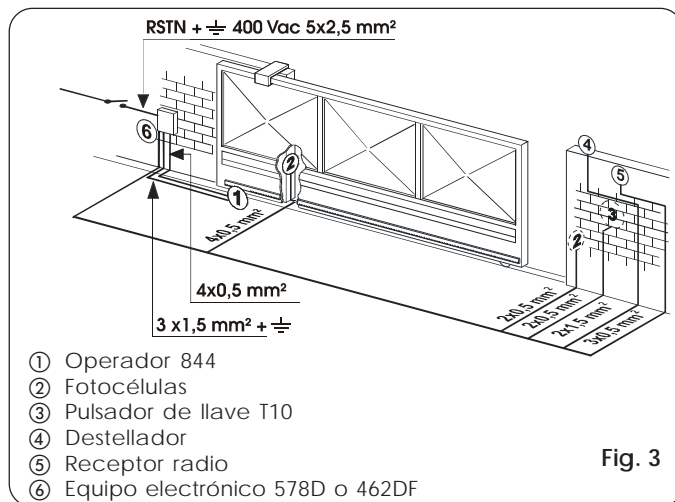

Fig. 3
- 4) Predispongan los cables eléctricos para la conexión con los accesorios y la alimentación eléctrica como muestra la Fig.3. Para efectuar fácilmente las conexiones dejen sobresalir los cables unos 40 cm. del orificio (Fig.5-6 ref. ❶) de la placa de cimentación.